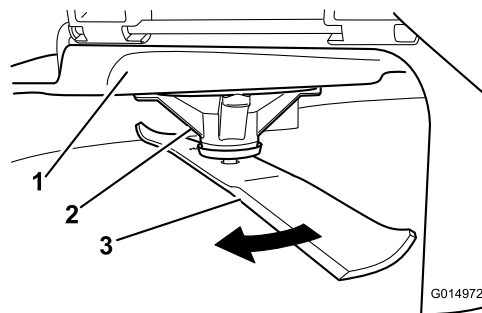

Figure 61
2. Enfilez des gants épais ou utilisez une autre protection adéquate pour les mains, et faites tourner la lame lentement jusqu'à une position permettant de mesurer la distance entre le tranchant et la surface plane sur laquelle se trouve la machine (Figure 61).